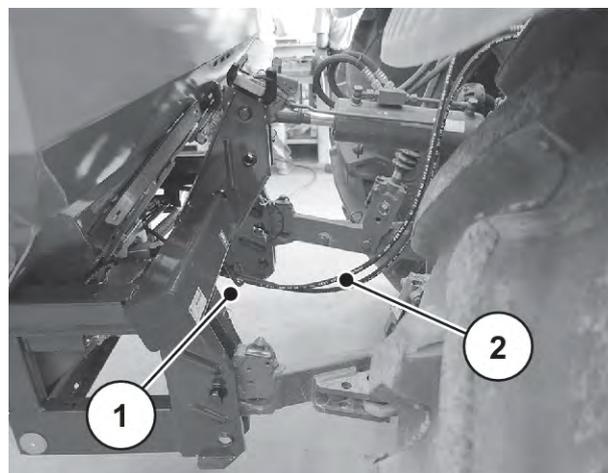

図 23: 油圧ホースのガイド
- ▶ 油圧ホースをクロスチューブの下に配置します。参照: 図 23 油圧ホースのガイド